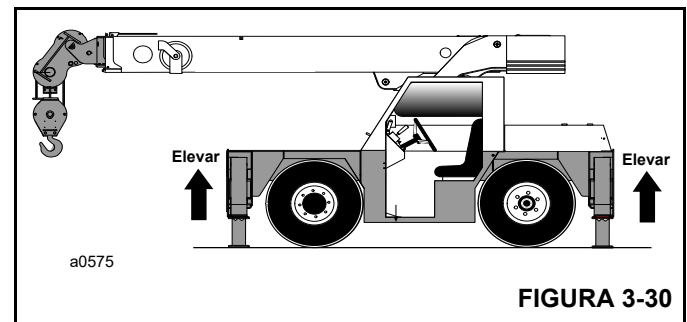

FIGURA 3-30
- Oprima la parte inferior del interruptor de extensión/retracción (2).
- Presione el pedal acelerador para aumentar la velocidad del motor, lo cual acelerará el movimiento hacia arriba de los gatos (Figura 3-30). Suelte el pedal acelerador y el interruptor cuando los gatos estén completamente retraídos.